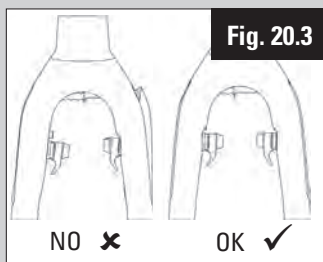

Fig. 20.3
3. Regolazione tensione della molla (chiave a brugola da 2 mm, fig. 20.3): regolare la tensione delle molle in modo da rendere simmetrico il movimento delle leve